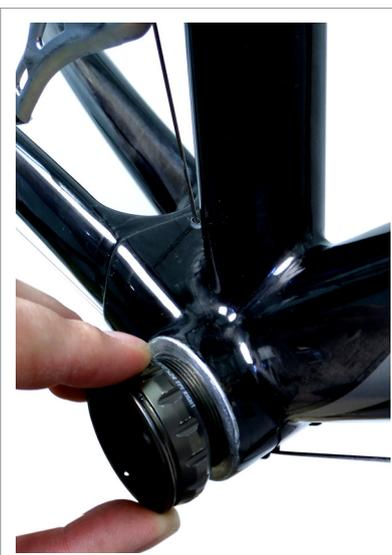

Fig.4
- Colocar al cazoleta derecha del eje de la biela, atornillarla hasta el fondo (Fig. 4) y apretar a **35 Nm (310 in.lbs)** con la herramienta Campagnolo UT-BB130 y la llave dinamométrica (Fig.5).